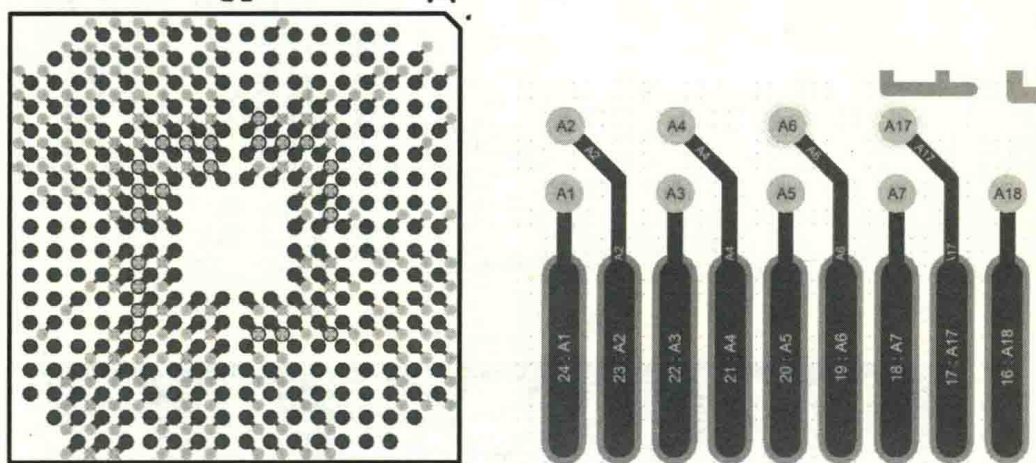

图 13-27 BGA、IC 类及阻容类元件扇出效果
- (1) 执行菜单命令“Route-Auto Route-Fanout-Component”，配置好扇出选项，选择 BGA，完成 BGA 自动扇出。
- (2) 针对 IC 类、阻容类元件，实行手工元件扇出。元件扇出时有以下要求。
- ① 过孔不要扇出在焊盘上面。
- ② 扇出线尽量短，以便减小引线电感。
- ③ 扇孔注意平面分割问题，过孔间距不要过近造成平面割裂。
- BGA、IC 类及阻容类元件扇出效果如图 13-27 所示。